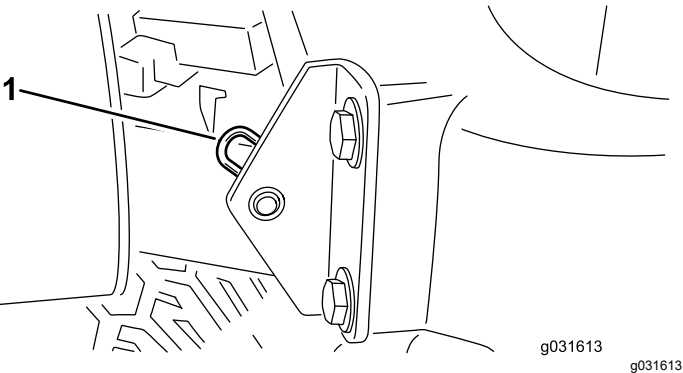

Figura 74
2. Retire el pasador que fija el pivote del capó a los soportes (Figura 74).